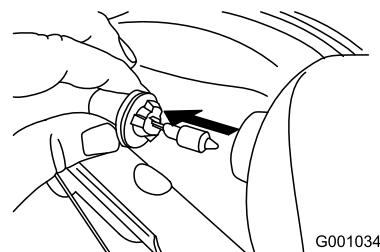

Figura 60
3. Togliete la lampadina dal retro del faro (Figura 60).